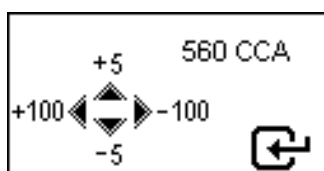

Fig.17
13. Per modificare il valore CCA, premerei tasti ◀ o ▶ se si intende diminuire o aumentare il valori di 100 unità per volta, oppure I tasti ▲ o ▼ se si intende aumentare o diminuire il valore di 5 unità per volta come mostrato in Fig.17 di seguito.